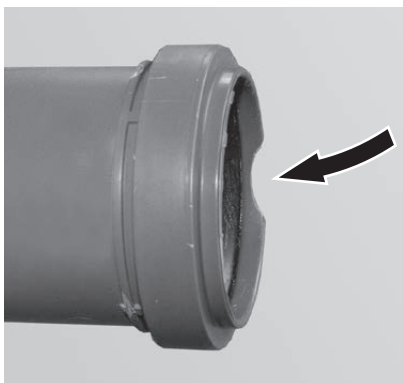
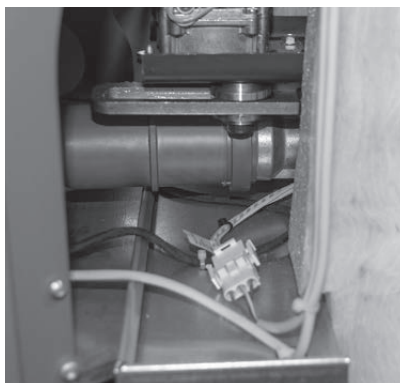

Fig. 45 Raccordo lungo con cavità nella parte posteriore
Fig. 46 Raccordo lungo inserito nel tubo di aspirazione del bruciatore.
- inserire il raccordo lungo allegato nel tubo di aspirazione del bruciatore. La cavità deve trovarsi nella parte posteriore – Fig. 45, Fig. 46.